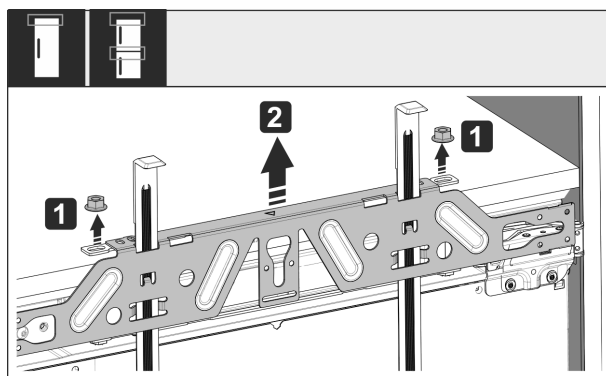

Fig. 58
▶ Ослабте контргайки Fig. 58 (1).
▶ Зніміть кріпильну поперечку Fig. 58 (2).